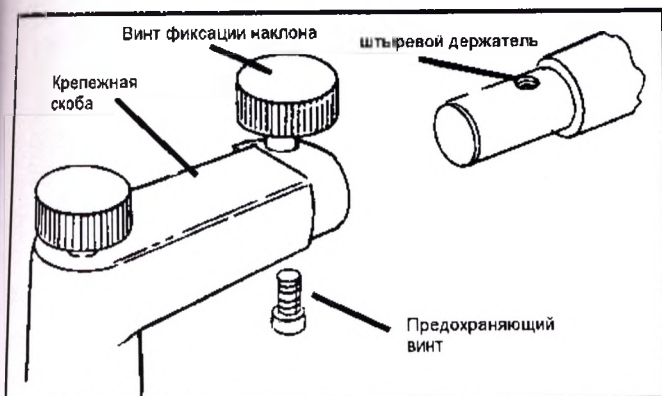

Рисунок 1 - Крепление на держателе
1) Крепление фороптора на держателе (см. Рис.1, выше)